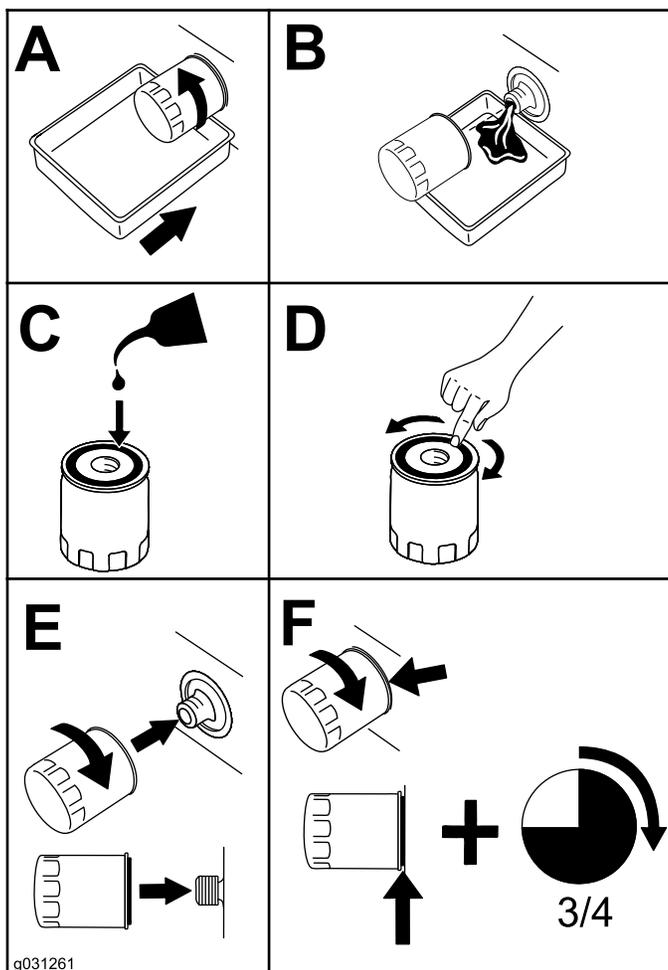

Figure 58
- Remplacez le filtre à huile (Figure 58).